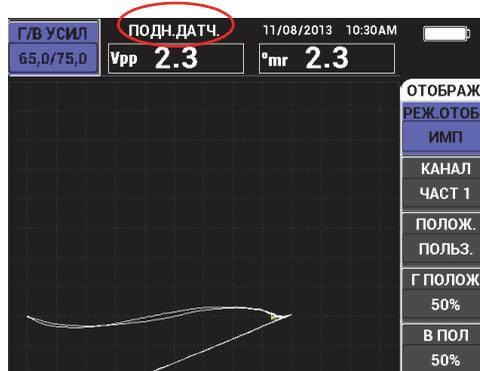

Рис. 4-4 Сообщение ПОДНЯТЬ ДАТЧИК после нажатия и удержания клавиши A-LIFT NULL
1. Нажмите и удерживайте клавишу прямого доступа A-LIFT NULL () до появления звукового сигнала (по истечении 3 секунд) и отображения на экране команды «**ПОДНЯТЬ ДАТЧИК**» (см. Рис. 4-4 на стр. 69).